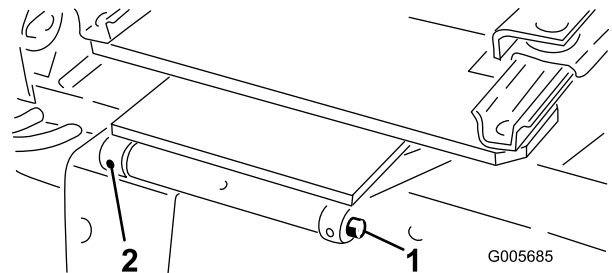

Figura 9
- 3. Monte el asiento y el soporte del asiento en el soporte pivotante usando el perno y el pasador cilíndrico (Figura 9).
5. Monte el asiento y el soporte del asiento en el soporte pivotante usando el perno y el pasador cilíndrico (Figura 9).